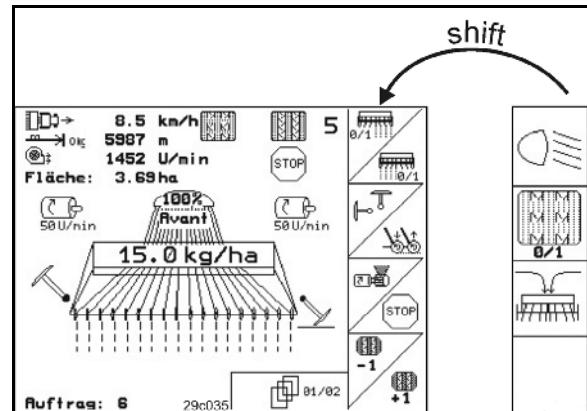

Fig. 10
- Når Shift-tasten aktiveres, vises ytterligere funksjonsfelt (Fig. 10), og tilordningen av funksjonsknappene endres tilsvarende.